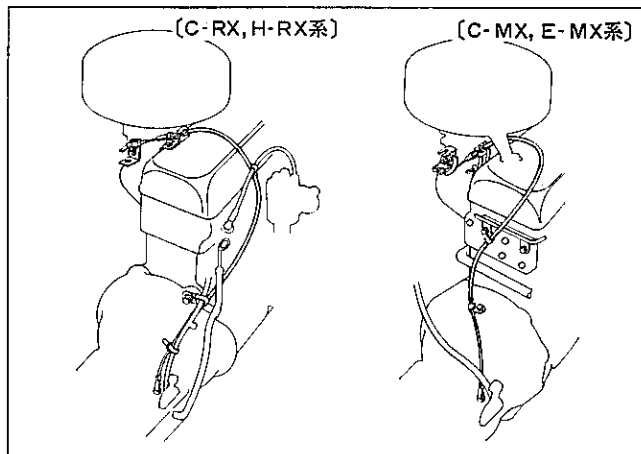

図8-46 スロットル ケーブル取りはずし
- (9) 各クランプにスロットル ケーブルを取り付ける。(図8-46参照)